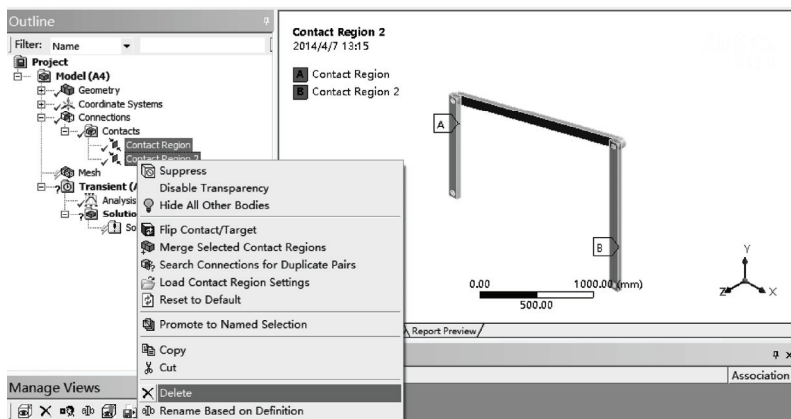

图 16-13 删除接触
1) 查看是否生成了 Contact 接触，如存在，则全部删除，如图 16-13 所示。